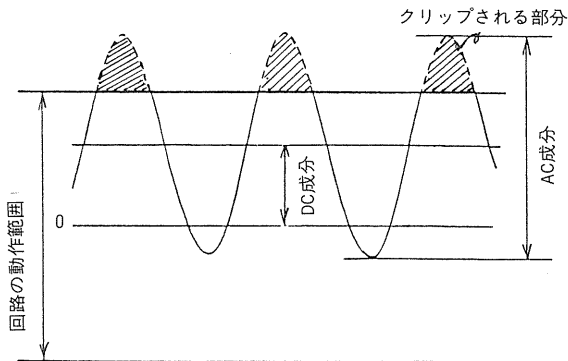

図 2
- ・測定しようとする成分に対して他の成分がある程度以上重畳されている入力 (例えば直流電流成分に交流電流成分が重畳している場合、またはその逆の場合) に対しては、本器の電子回路の動作レベルからはずれて、出力波形がクリップされる場合があります。(図2)